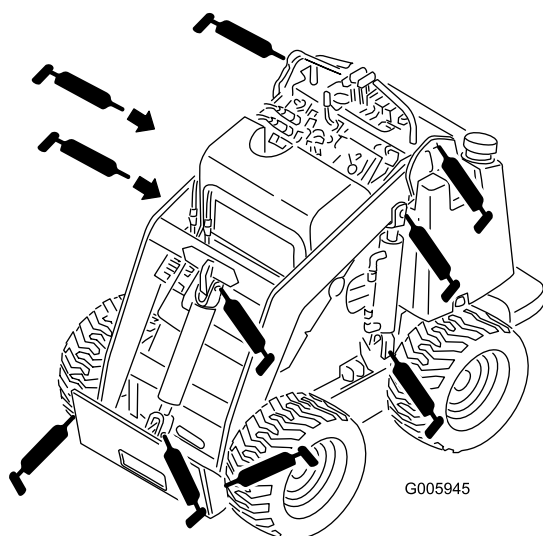
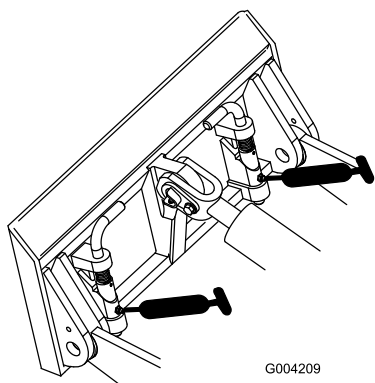

Figure 26
Figure 27
3. Raccordez une pompe à graisse à chaque graisseur (Figure 26 et Figure 27).